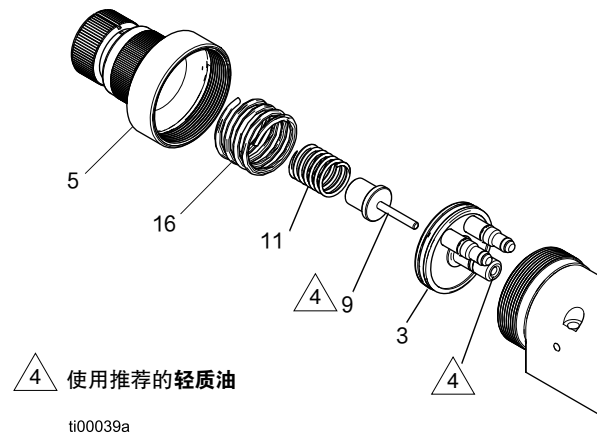

图 37: 活塞组件
2. 拧松活塞帽 (5)，取下活塞帽 (5)、弹簧(11 和 16) 和弹簧导杆 (9)。
3. 组装喷枪，如图 37 所示。